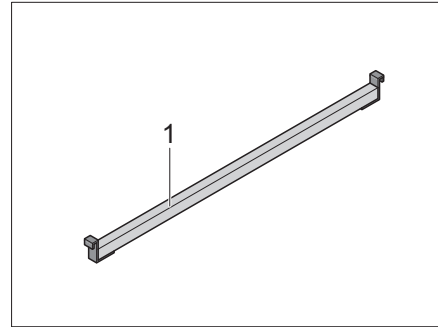
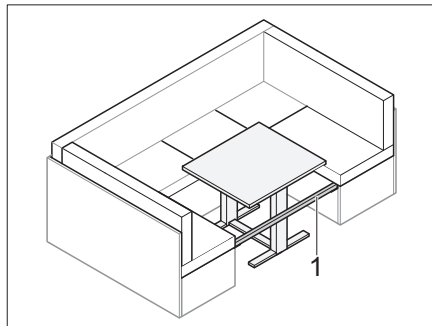

Bild 62 Extralist
Bild 63 Inlagd list
- Sätt in extralist (Bild 62,1) mellan bänksätena (Bild 63).